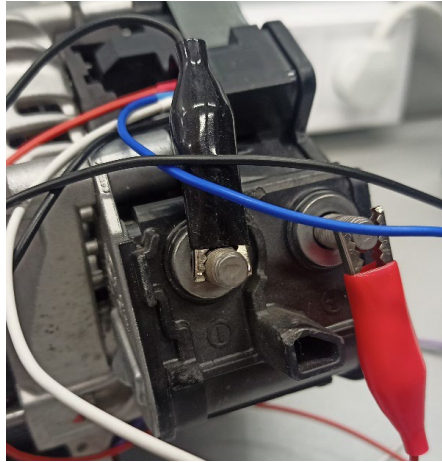

Рисунок 29. Підключення діагностичного кабелю до силових клем
2.2. Підключіть червоний затискач до «**B+**», а чорний затискач до «**B-**» — до силових клем генератора (див. рис. 29).